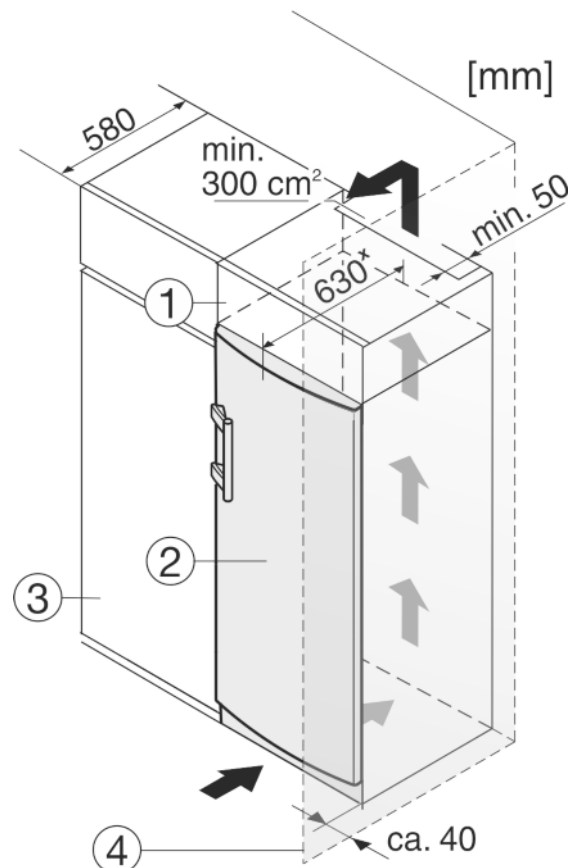

Fig. 11
- (1) Aufsatzschrank
- (2) Gerät
- (3) Küchenschrank
- (4) Wand
Das Gerät kann mit Küchenschränken umbaut werden. Um das Gerät Fig. 11 (2) der Küchenzeilenhöhe anzugleichen, kann über dem Gerät ein Aufsatzschrank Fig. 11 (1) angebracht werden.
Beim Umbau mit Küchenschränken (Tiefe max. 580 mm) kann das Gerät direkt neben dem Küchenschrank Fig. 11 (3) aufgestellt werden. Das Gerät steht seitlich 34 mm * und in der Gerätemitte 50 mm * gegenüber der Küchenschrankfront vor.
Wenn das Gerät mit den Scharnieren neben einer Wand Fig. 11 (4) aufgestellt wird, muss der Abstand zwischen Gerät und Wand mindestens 40 mm betragen. Dies entspricht dem Griffüberstand bei geöffneter Tür.